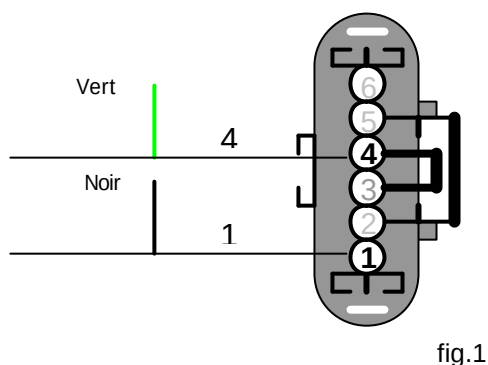

fig.1
- Soudez le fil vert en position 4 dans le connecteur de la pédale (fig.1).
- Soudez le fil noir en position 1 dans le connecteur de la pédale (fig.1).
- Soudez le fil vert en position 5 dans le connecteur de la pédale (fig.1).
- Soudez le fil noir au fil en position 2 dans le connecteur de la pédale (fig.1).